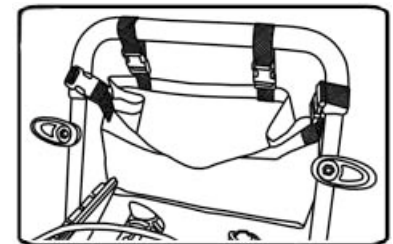

Figure 7
- 1) Installez le sac d'entreposage à la poignée de transport en utilisant les attaches de retenue tel que montré à la Fig.7.